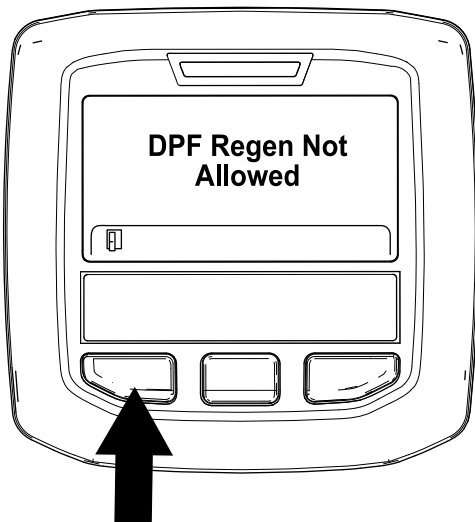

Figure 38
- Si le processus de régénération n'est pas autorisé par le calculateur moteur, le message « DPF Regen Not Allowed » (régénération du FAP non autorisée) s'affiche sur l'InfoCenter (Figure 38). Appuyez sur le bouton gauche pour revenir à l'écran d'accueil.